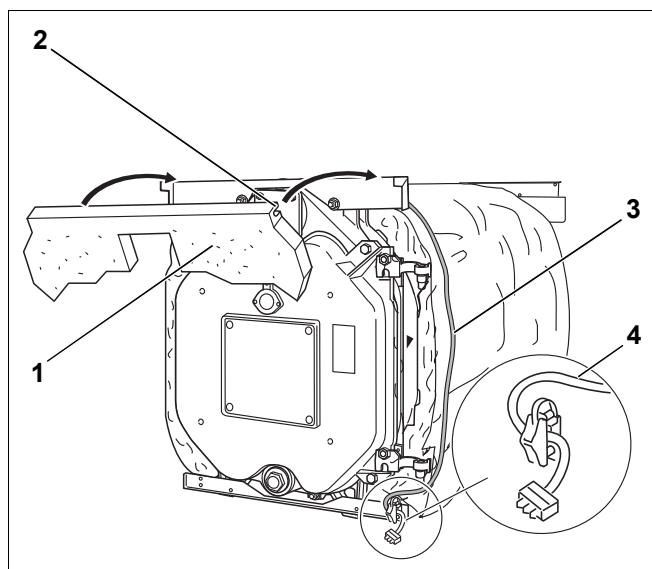

Рис. 34 Монтаж передней теплоизоляции
- ▶ Переднюю теплоизоляцию (рис. 34, [1]) наденьте прорезью (рис. 34, [2]) на отбортовку верхней траверсы.
- ▶ Проведите кабель горелки (рис. 34, [3]) сбоку по теплоизоляции вниз.
- ▶ Закрепите фиксатор кабеля двумя винтами на нижней поперечной траверсе (рис. 34, [4]).